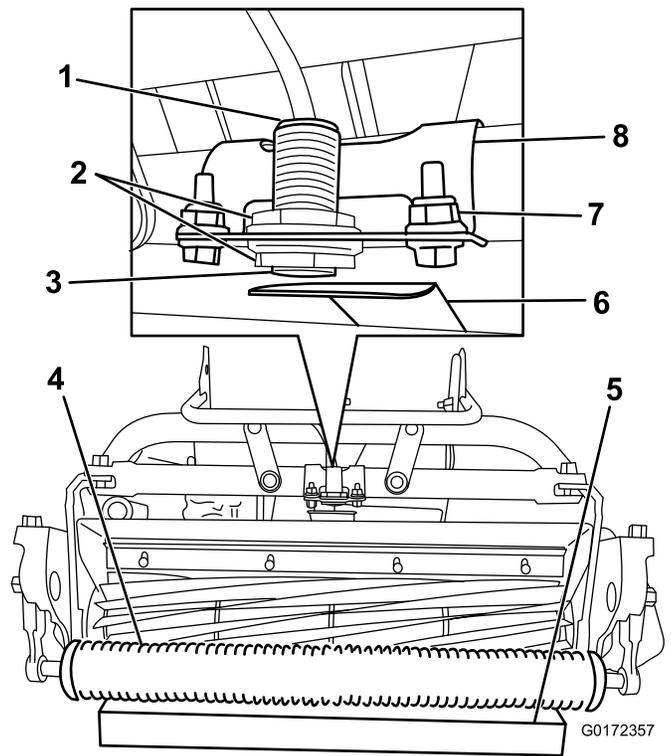

Figure 14
4. Placez un bloc de 3,8 cm sous le rouleau avant du plateau de coupe (Figure 14).
5. Desserrez les fixations qui maintiennent le support de capteur sur le cadre (Figure 14).
8. Tournez le support du capteur vers la plaque cible jusqu'à ce que le voyant en haut du capteur s'allume (Figure 14). S'il était déjà allumé, tournez le support du capteur à l'opposé de la plaque cible jusqu'à ce que le voyant s'éteigne, puis ramenez-le vers la plaque cible jusqu'à ce que le voyant se rallume.
2. Desserrez les écrous de blocage du capteur et réglez le capteur de sorte qu'un filet soit visible en dessous de l'écrou de blocage inférieur (Figure 14).